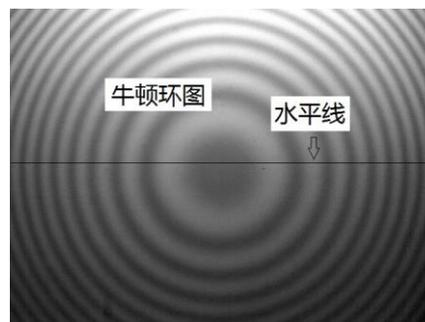

图 10 牛顿环图上画水平线
4. 在显示软件测量界面中菜单栏“测量”（下拉式列表）中选取“线段”，在“线段”中选取“水平线段”并点击。在屏上显示的牛顿环图上画出一水平线，交点不一定要在牛顿环中心上，如图 10。